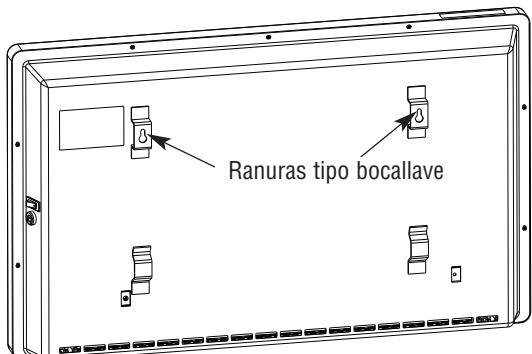

Figura 2
2. Para aplicaciones de **montaje en la pared**, omita el Paso 1 anterior. Utilice sujetadores apropiados y perfure 2 agujeros en el lugar deseado, con una distancia de 40.0 cm (15-3/4") entre centros, de modo que el fondo del calefactor quede a alrededor de 50.8 cm (20") del piso. Deje que los sujetadores se extiendan al menos 6.4 mm (1/4") de la pared, y encaje las ranuras tipo bocallave de la parte trasera del calefactor en los sujetadores (vea la Figura 2). Asegúrese de que el calefactor esté firmemente sujetado.